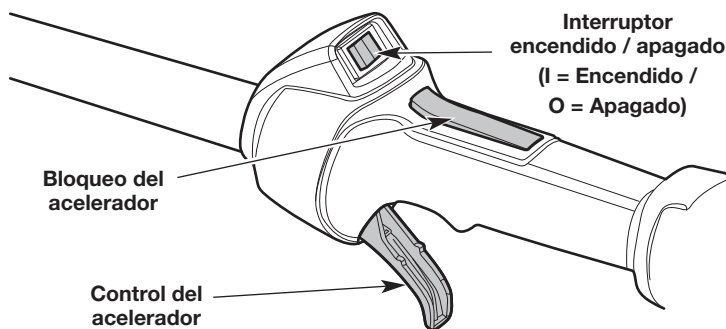

Fig. 9
NOTA: No es necesario encender la unidad. El interruptor de encendido/apagado está en la posición **Encendido (I)** en todo momento (Fig. 9).
NOTA: NO apriete el control del acelerador (Fig. 9) hasta el paso 6.
6. Oprima y mantenga apretado el bloqueo del acelerador (Fig. 9). Apriete el control del acelerador según sea necesario para el funcionamiento (Fig. 9).
2. Oprima y no suelte el interruptor de control de Encendido y Apagado en la posición **Apagado (O)** hasta que el motor se detenga por completo (Fig. 9).